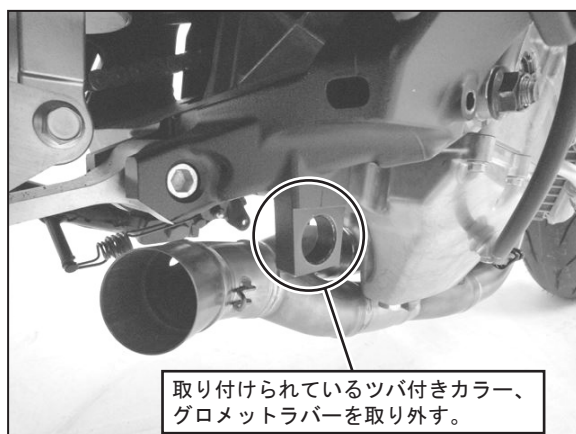

FIG. 7
9. 車両下側のマフラーブラケットからツバ付カラー、グロメットラバーを取り外して下さい。(FIG. 7 参照)